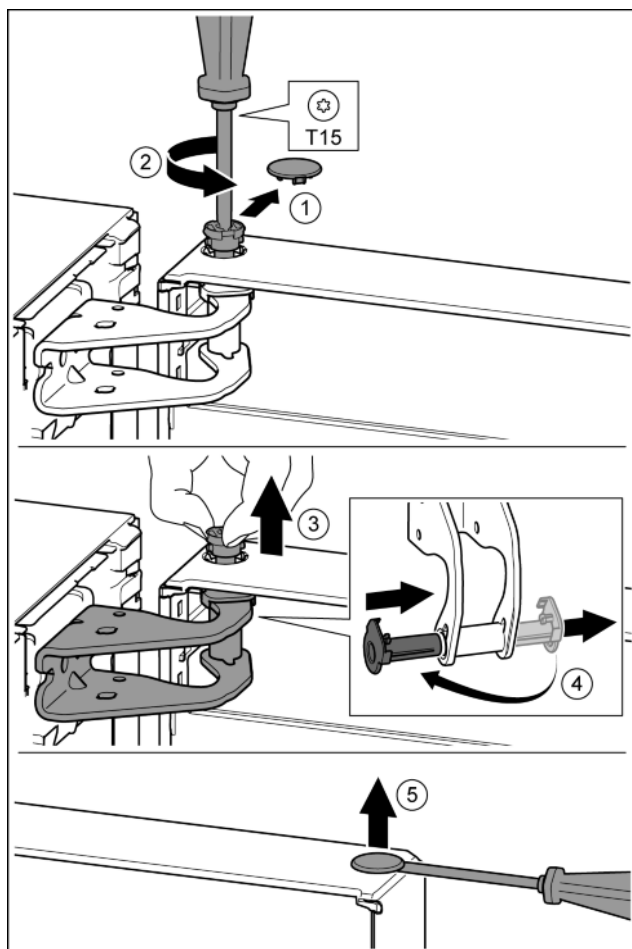

Fig. 11
► Enlever délicatement le cache de sécurité. Fig. 11 (1)
► Dévisser légèrement le boulon avec un tournevis T15. Fig. 11 (2)
► Tenir fermement la porte et sortir le boulon avec les doigts. Fig. 11 (3)
► Tirer la douille de palier en dehors du guide. La mettre de l'autre côté et l'enclencher. Fig. 11 (4)
► Soulever délicatement le bouchon en dehors de la douille de palier de porte avec un tournevis plat et le sortir. Fig. 11 (5)